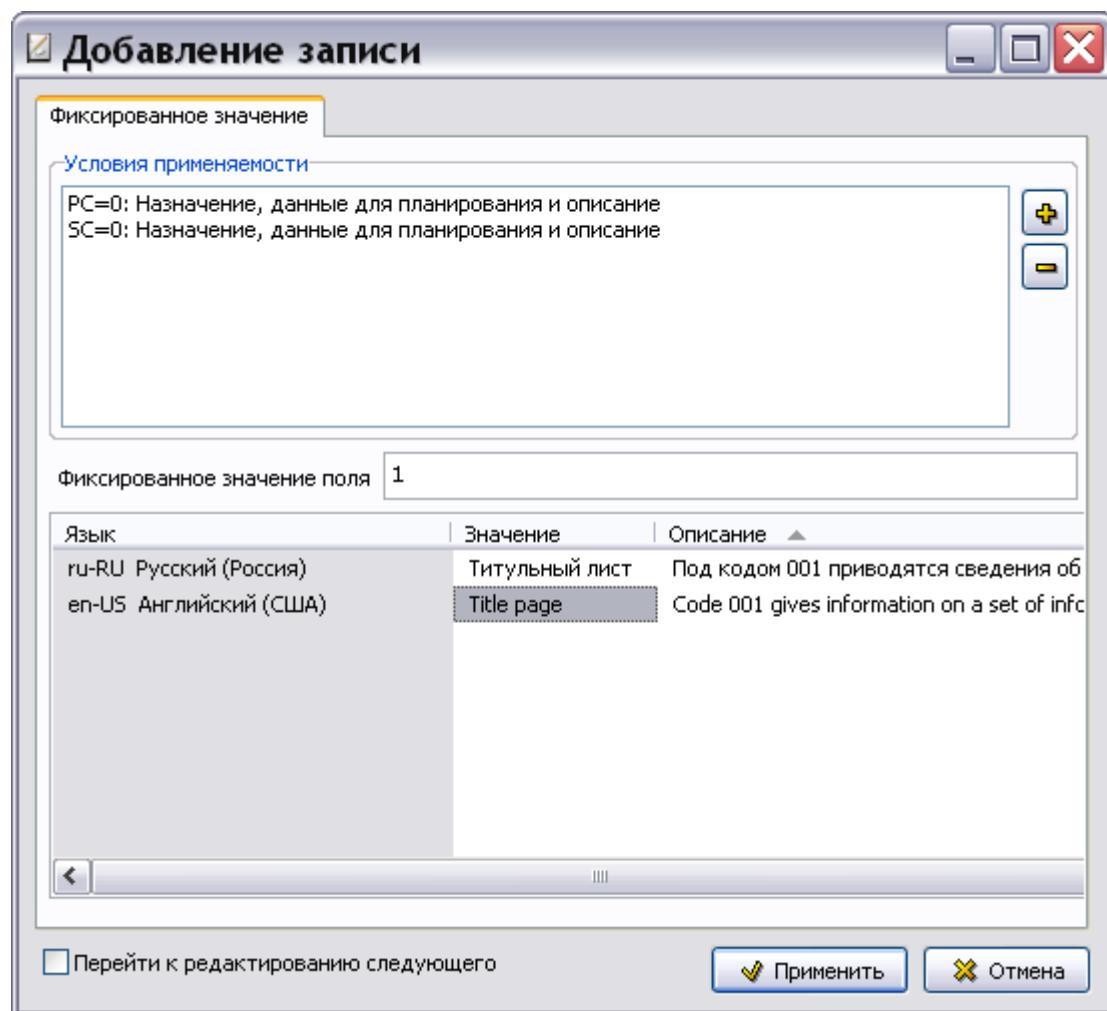

Рис. 2.43
10. Заполните остальные поля окна **Добавление записи** для фиксированного значения как показано на Рис. 2.43. Данные для заполнения остальных полей диалогового окна **Фиксированное значение** берутся из стандарта ASD S1000D (2.8).